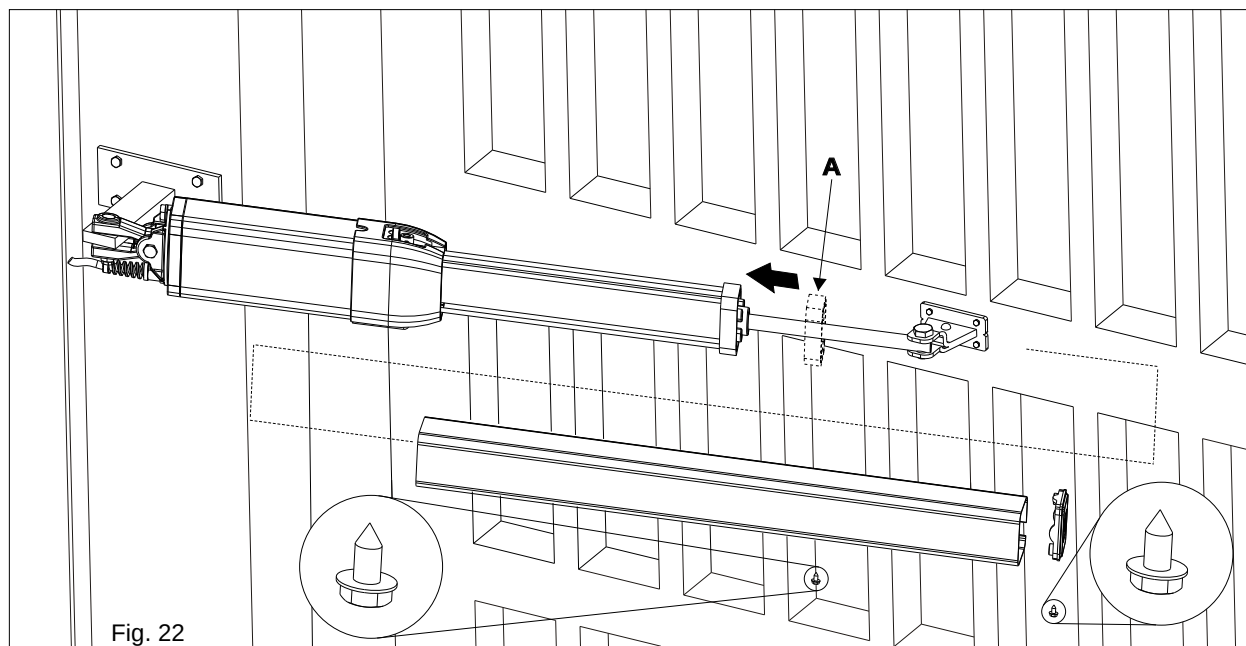

Fig. 22
Asegurarse de haber insertado el marco de plástico antivibración (A) antes de insertar la cubierta cubre pistón (Fig. 22).